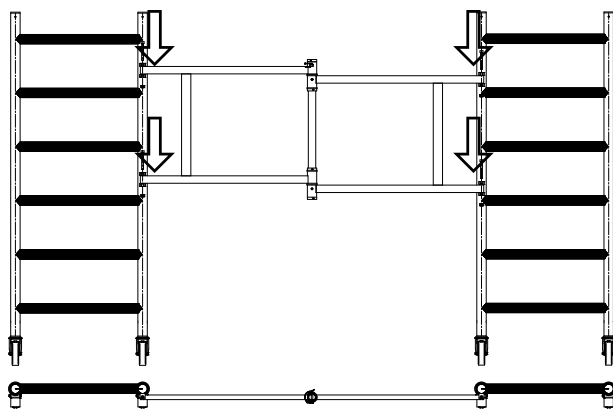

Rys. 24 Montaż zestawu kołowego 150
1. Zamontować zestaw kołowy 150 w kolumnach drabin blokując je zawleczkami (Rys. 24).